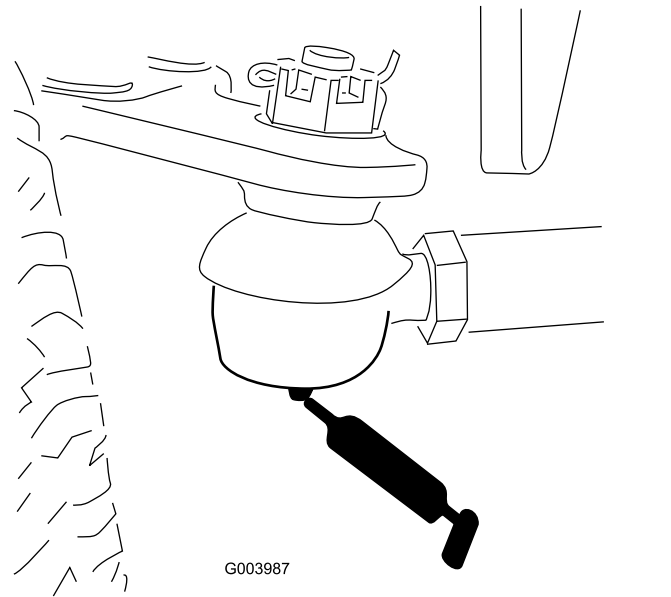

Figure 67
- Bielle d'essieu arrière (2) (Figure 67).